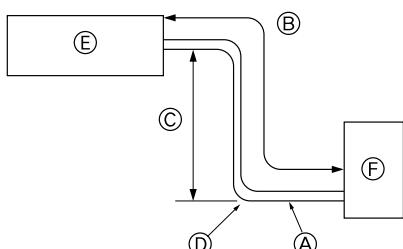

Fig. 2-1
① Tubo de junção.....×1
2.1. Tubo de refrigerante (Fig. 2-1)